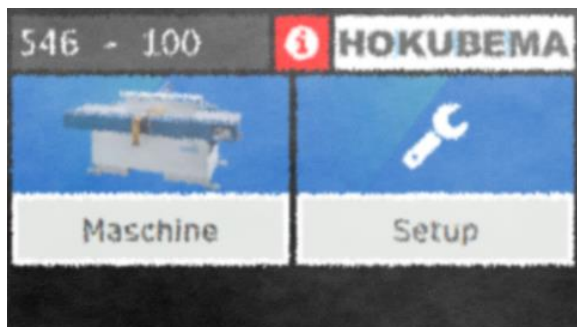

Figure 47 : écran au moment de l'initialisation
- Pendant la phase d'initialisation, le menu principal apparaît tout d'abord graphiquement peu clair, flou et avec un rouge  (voir ⇒ Figure 47).